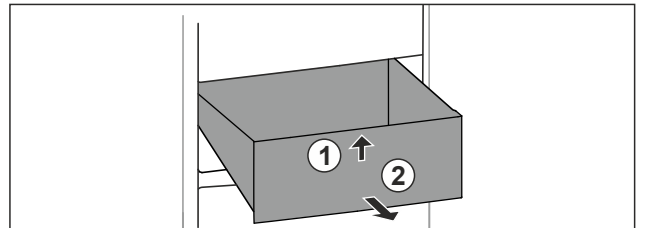

Fig. 50
▶ Schubfach vorne anheben. Fig. 50 (1)
▶ Schubfach nach vorne entnehmen. Fig. 50 (2)